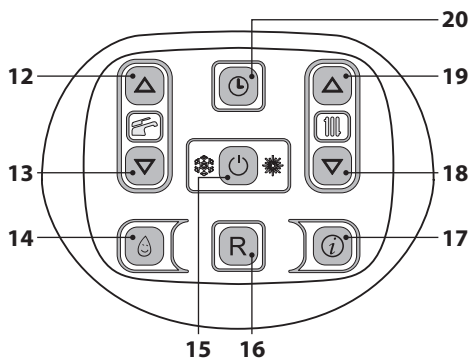

Figura 2.7
- Tenere premuto per 2 secondi il tasto 15 fino a far apparire sul display il simbolo  Figura 2.7.
La temperatura dell'acqua calda di mandata riscaldamento è regolabile agendo sui tasti 18 (diminuzione) e 19 (aumento) (Figura 2.7) da un minimo di circa 25°C ad un massimo di circa 85°C. Alla prima pressione di uno dei due tasti si ha la visualizzazione del valore di "set", alla seconda
Comunque se la temperatura ambiente non dovesse essere confortevole si può aumentare o diminuire la temperatura di mandata dell'impianto riscaldamento di $\pm 15^\circ\text{C}$ agendo sui tasti 18 (diminuzione) e 19 (aumento) (Figura 2.7).